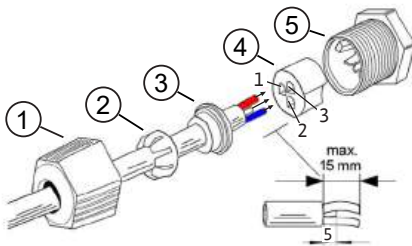

Fig. 19: Quickon-steekverbinding
1. Schuif de wartelmoer (pos. 1), kroon (pos. 2) en het afdichtrubber (pos. 3) op de kabel van de niveausensor.
2. Verwijder de ommanteling van de signaalkabel (ca. 15 mm). De uiteinden van de aders moeten gelijk liggen met de splijtring (pos. 4) of mogen max. 2 mm uitsteken, zie Fig. 19.
5. Leid de voorbereide leiding in de contactdrager (pos. 5).